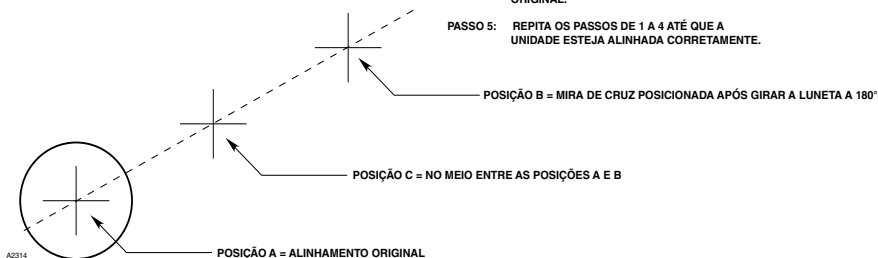

Figura 27 — Alinhamento do LS2000 usando a ferramenta de alinhamento por luneta
- A. Ajuste os parafusos de alinhamento do telescópio até que a cruz da mira fique entre a posição inicial (centro da lente do transmissor) e a posição atual (depois de girar a luneta a 180°). Consulte a Figura 27.